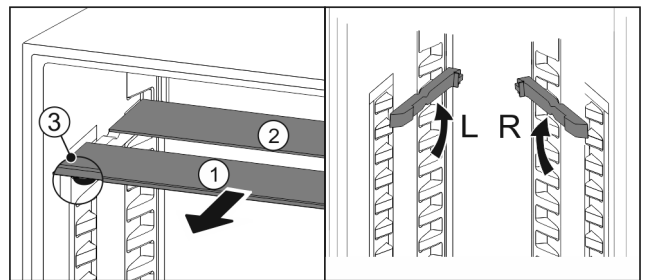

Fig. 94
- ▶ Húzza ki Fig. 94 (1) előre az üveglapokat egyesével.
- ▶ Az üveglap Fig. 94 (1) a díszléccel előre néz.
- ▶ Az ütközők Fig. 94 (3) lefelé mutatnak.